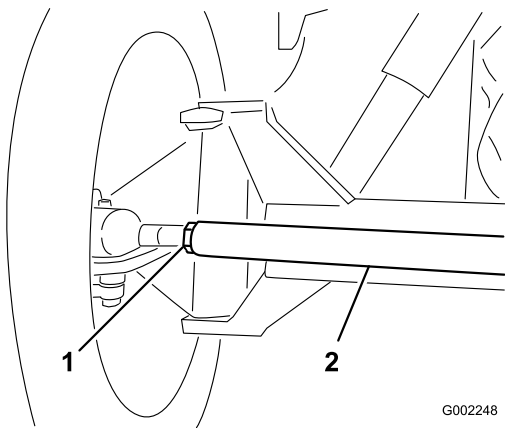

Figura 99
3. Si la distancia no está en el intervalo especificado, afloje las contratueras en ambos extremos de la biela (Figura 99).